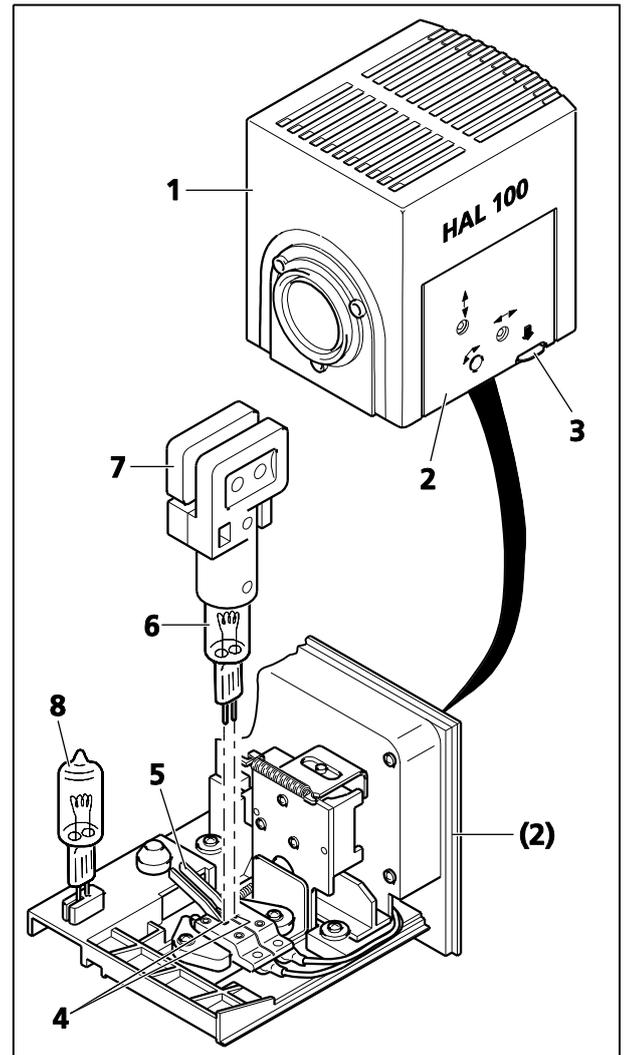

图 3-20 更换卤素灯
☞ 若要更换卤素灯，无需从主机架上取下灯罩。照明器工作期间，切勿将随附的卤素灯更换工具（图 3-20/7）存放在灯罩内。更换灯泡（图 3-20/8）可以继续固定在灯罩中。
- 将 HAL 100 卤素灯（图 3-20/1）的解锁键（图 3-20/3）向下推，完全拔出灯泡底座（图 3-20/2）并将其单独放下。
- 将两个弹簧杆（图 3-20/5）向下推，向上拔出旧卤素灯（图 3-20/6）。
- 将两个弹簧杆向下推，将新的灯插入灯座（图 3-20/4），然后松开弹簧杆。仅可使用更换工具（图 3-20/7）来固定/握住卤素灯，因为卤素灯上的任何油迹都可能影响灯的使用寿命。